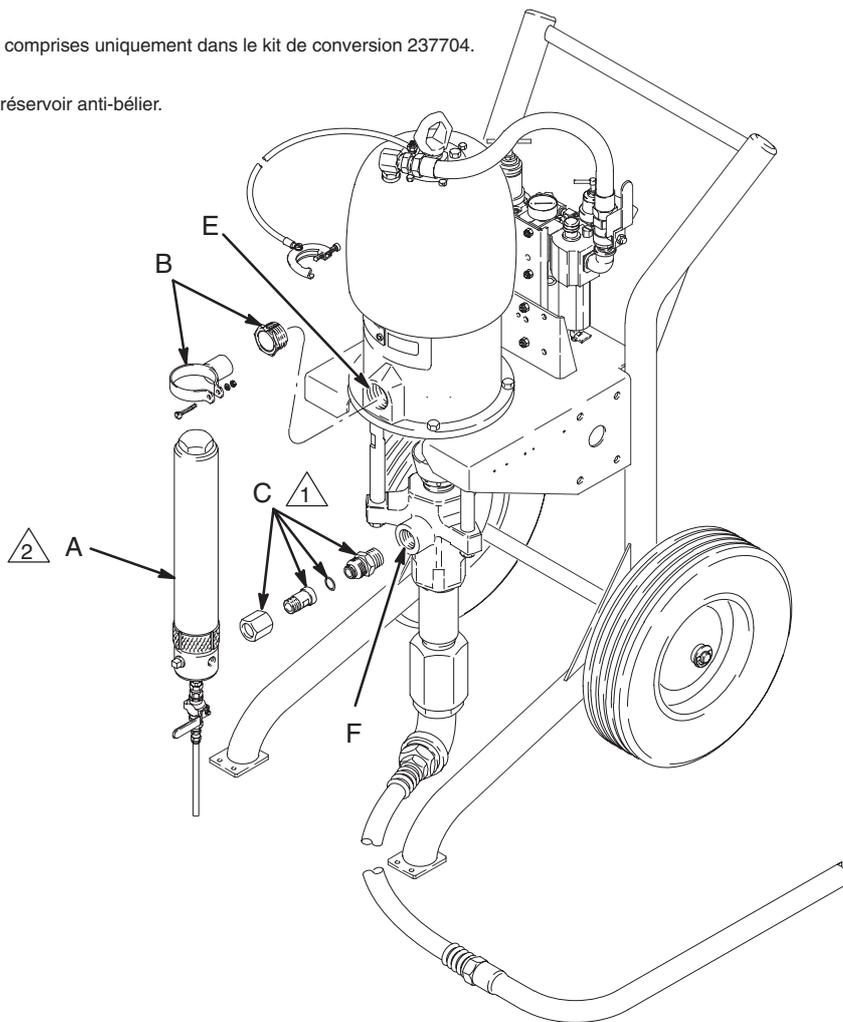

Fig. 2
Brancher le réservoir anti-bélier sur la sortie produit (F) du bas de pompe et monter le collier sur la sortie optionnelle (E) à la base du moteur pneumatique. Voir Fig. 2.